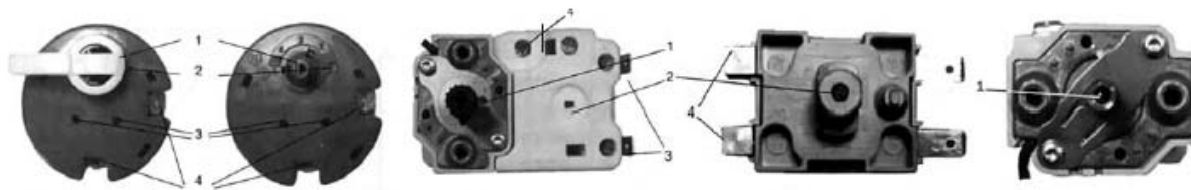

Рис. 3. Внешний вид терморегулятора
- нажать на кнопку тепловой защиты, которая расположена в корпусе терморегулятора (рис. 3, поз.2)
- для моделей D400-2-BC выполните подключение соответствующих проводов к клемме А1 и В1 защитного термостата (см. рис. 3г);
- модели Steatite (N3CM (E), N4C (E)) – на термостате (рис. 3в) под защитной крышкой по часовой стрелке;
- модели E-Series, EGO, Round – на термостате (рис. 3б) под защитной крышкой против часовой стрелки.